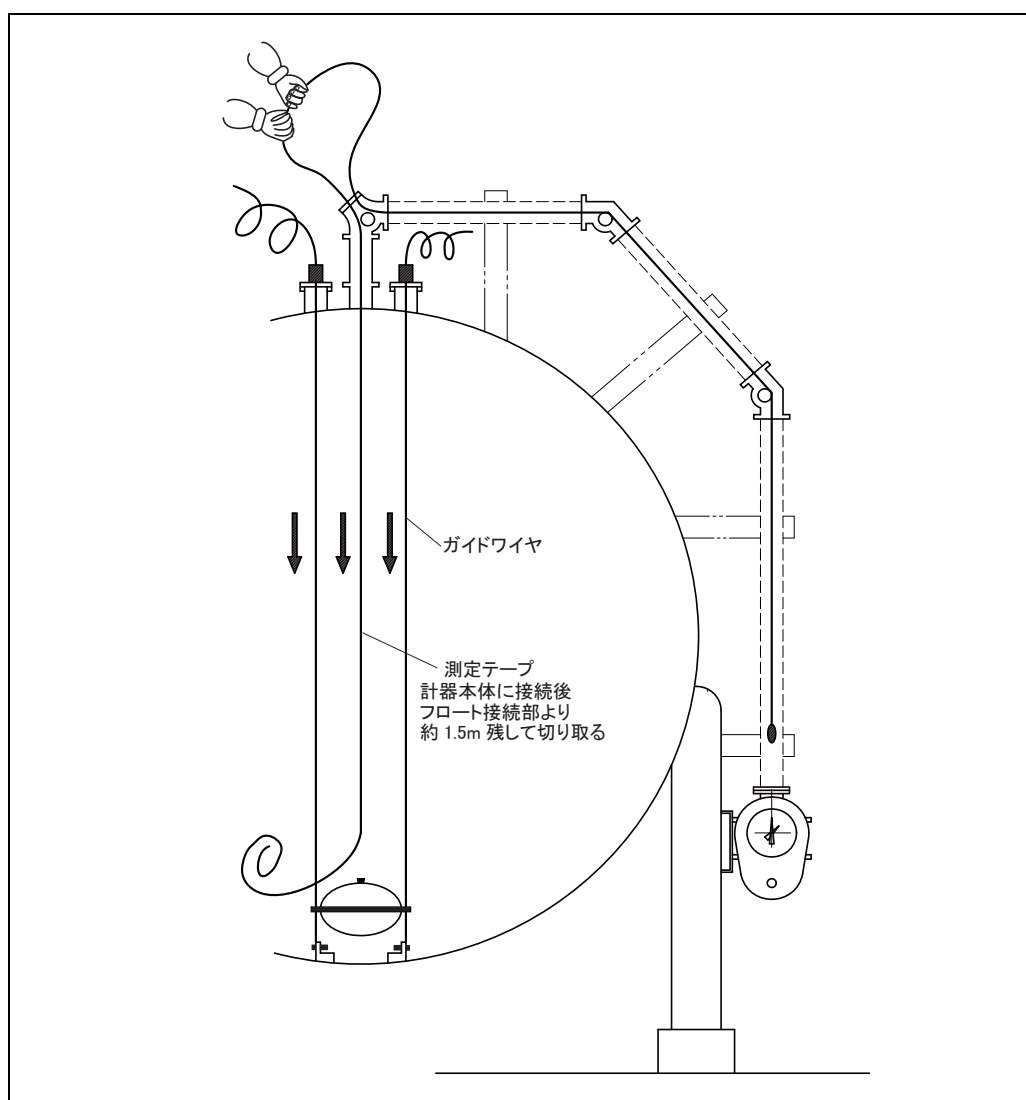

図 34: 測定テープの取付け
3. タンクトップのガイドエルボから測定テープの一端（小穴があいていない側）をタンク内に送り込みます（図 34 参照）。
4. もう一方のテープの端（小穴があり、端が輪になっている側）を計器側のガイドエルボを通し、計器内へ送り込みます（図 34 参照）。
5. 計器内に送り込まれた測定テープをテープドラム [5] にテープ止めネジ [4] を使用して固定します（図 34 参照）。